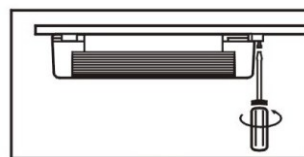

Рис.3
- Придерживая светильник, установите вторую крепежную пластину с другой стороны. Соедините установочный паз с закрепленной пластиной, сдвинув светильник в противоположную сторону (Рис.3, 4).